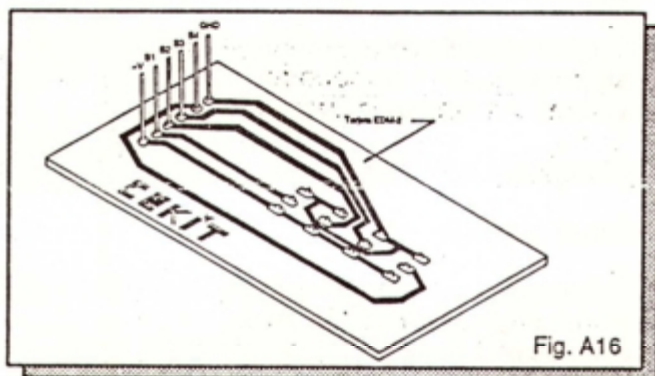

Fig. A16
Paso 2. Si aún no ha instalado los pines de inserción del módulo, provease de 6 terminales sobrantes de LED o de resistencias y suéldelos directamente por el lado del cobre, en ángulo recto con la tarjeta, como se muestra en la figura A16. Una vez soldados, córtelos todos a una longitud inferior al espesor de su protoboard, por ejemplo 7 mm.